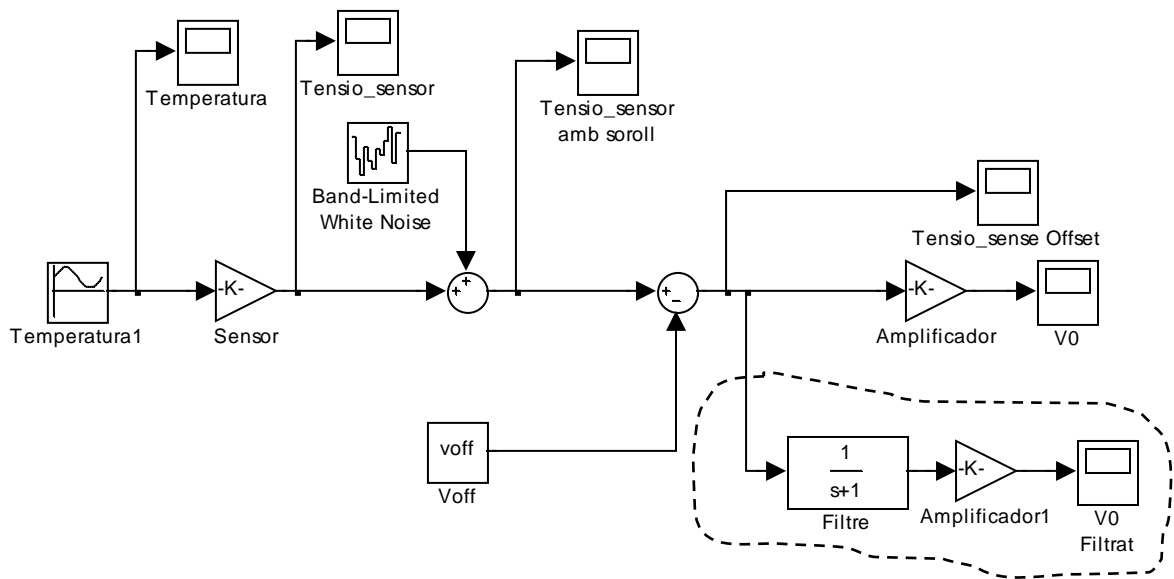

Figura 4. Efecte del filtrat sobre el soroll
- f) Utilitzant un bloc *Transfer function* del grup *Continuous* implementeu a l'esquema Simulink anterior una branca on s'inclouï el filtre abans de l'amplificador (Figura 4). Visualitzeu la sortida V_0 filtrat per cada un dels filtres i compareu-la amb la V_0 sense filtre.